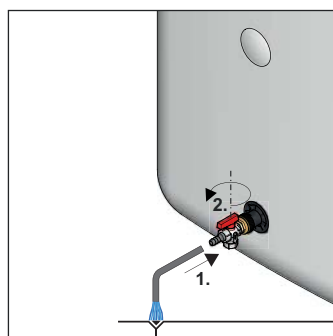
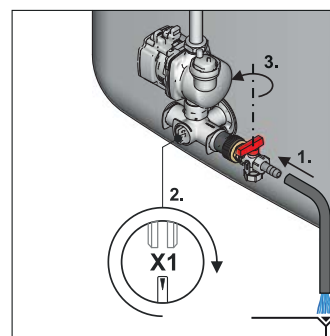

Fig. 6-1 Processus de vidange sans $p=0$ système solaire
Fig. 6-2 Processus de vidange avec $p=0$ système solaire
- Raccorder le flexible d'évacuation au **raccord de remplissage KFE** (fig. 6-1 / fig. 6-2) et le poser au niveau d'un point d'évacuation au moins à ras du sol.
- Uniquement pour le $p=0$ système solaire : Régler la garniture de soupape sur le raccord coudé afin d'ouvrir l'accès au tuyau d'évacuation (fig. 6-2).
- Ouvrir le robinet de remplissage et de vidange de la chaudière sur le **raccord de remplissage KFE** et évacuer le contenu d'eau du réservoir du ballon (fig. 6-1 / fig. 6-2).